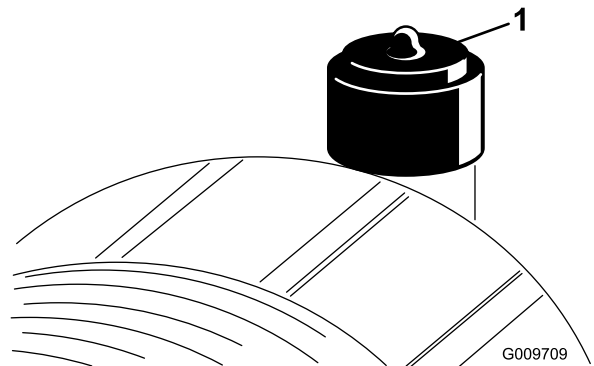

Figure 46
Faites l'entretien du filtre à air uniquement quand l'indicateur de colmatage indique que cela est nécessaire (Figure 46). Changer le filtre à air prématurément ne fait qu'accroître le risque de contamination du moteur par des impuretés quand le filtre est déposé.
2. Réarmez l'indicateur de colmatage (Figure 46) s'il est rouge.